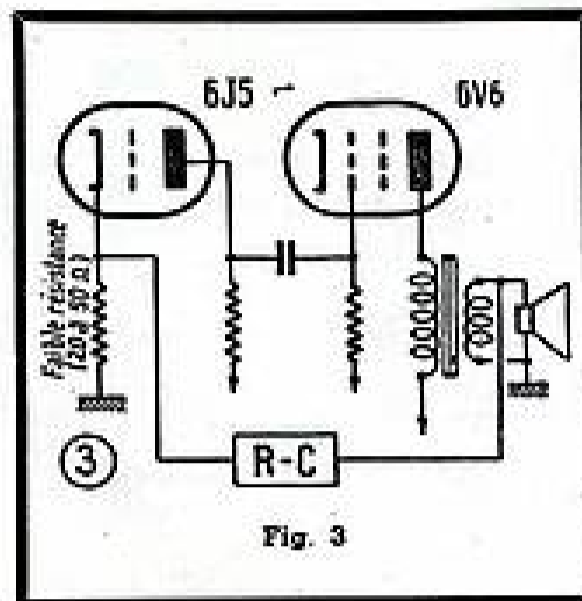

Fig. 3
De plus, nous nous proposons d'essayer, au cas où le filtre en T s'avérerait inutile, un système de contre-réaction, suivant le schéma de la figure 3, en prévoyant une liaison R-C de façon à corriger la courbe dans le sens voulu.
Le schéma d'un amplificateur à deux étages est donné par la figure 3. Dans le calcul du gain, il faut faire intervenir :
- les capacités internes des tubes, des connexions, des supports et des culots (condensateur marqué  $C$  sur la figure 3) ;